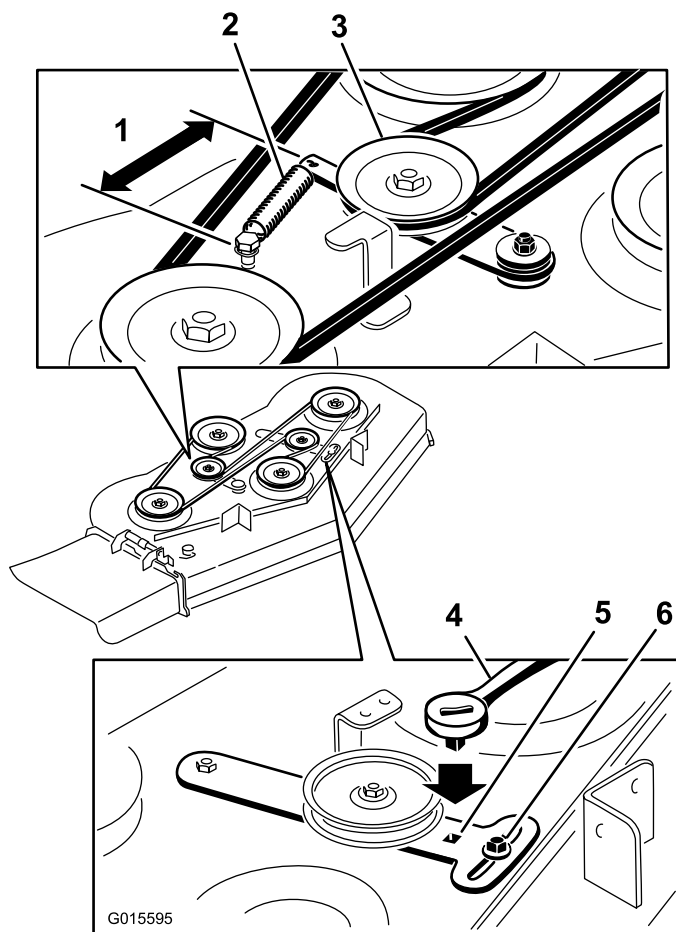

Figura 65
5. Togliete la cinghia del tosaerba usurata (Figura 65).
6. Montate la nuova cinghia del tosaerba attorno alle pulegge del piatto di taglio e alla puleggia della frizione (Figura 65).
7. Usando un cricchetto nel braccio di rinvio, serrate la puleggia tendicinghia fino a tirare la cinghia di 165 mm da gancio a gancio (Figura 65).